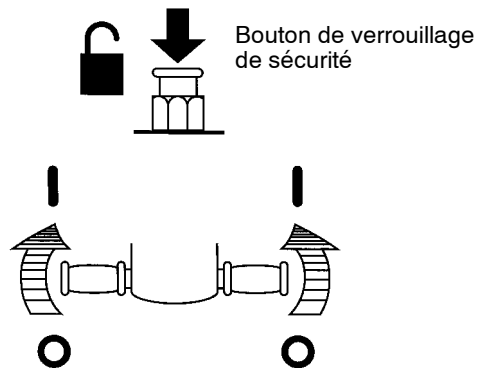

FIG. 5
5. Pour démarrer le broissage, tenez fermement les poignées, appuyez sur le bouton de verrouillage de sécurité et inclinez les poignées vers l'avant. Une fois que la machine démarre, relâchez le boutons de verrouillage de sécurité (Figure 5).